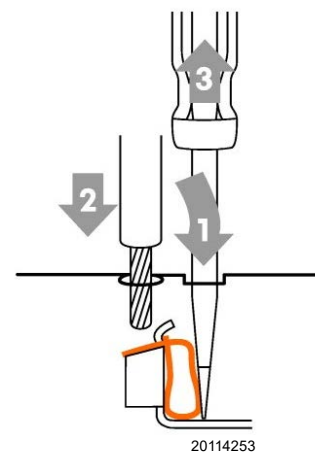

Fig. 28
Ouverture de la borne type «B» (Fig. 28)
- Insérer le câble précédemment dénudé et extraire le tournevis. Veiller à ce que le câble soit fixé correctement Fig. 28.